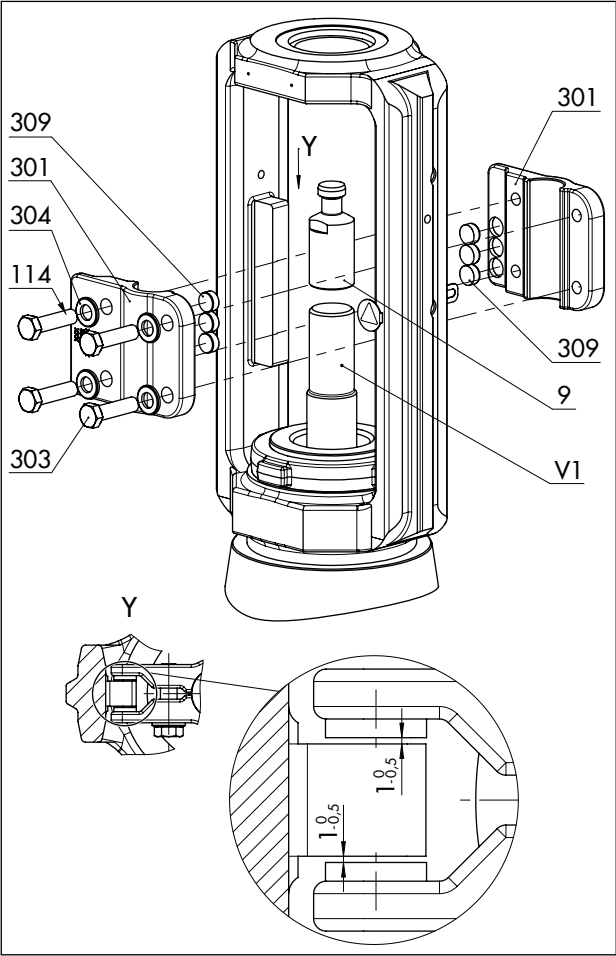

図 15: 回転対策治具アセンブリの概観（標準仕様）
- スライドワッシャとヨークの接触面の間には、両側ともそれぞれ 0.5 ～ 1 mm の公称クリアランスがあります（図 15 の詳細表示 Y を参照）。